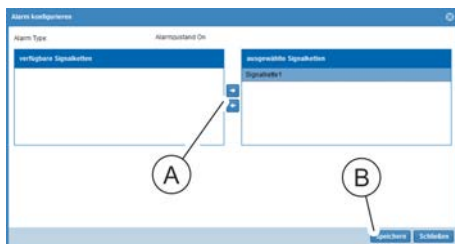

Abb. 188: Fenster "Alarm konfigurieren"
5. Im Fenster "Alarm konfigurieren" eine Signalkette auswählen und über die Schaltfläche „→“ (Abb. 188/Ⓐ) ins Feld „ausgewählte Signalketten“ schieben. Auswahl über die Schaltfläche „Speichern“ (Abb. 188/Ⓑ) bestätigen.